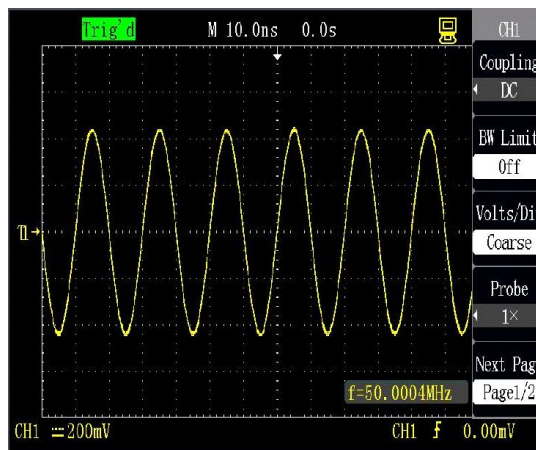

Figura 2-10 Limite da largura de banda desligado
2. Pressione **[CH1→]** **"Bandwidth limit→"** **"Off"** e configure o limite da largura de banda para o estado desligado. A amplitude do componente de alta frequência contida no sinal medido é ilimitada, como mostrado na figura 2-10.